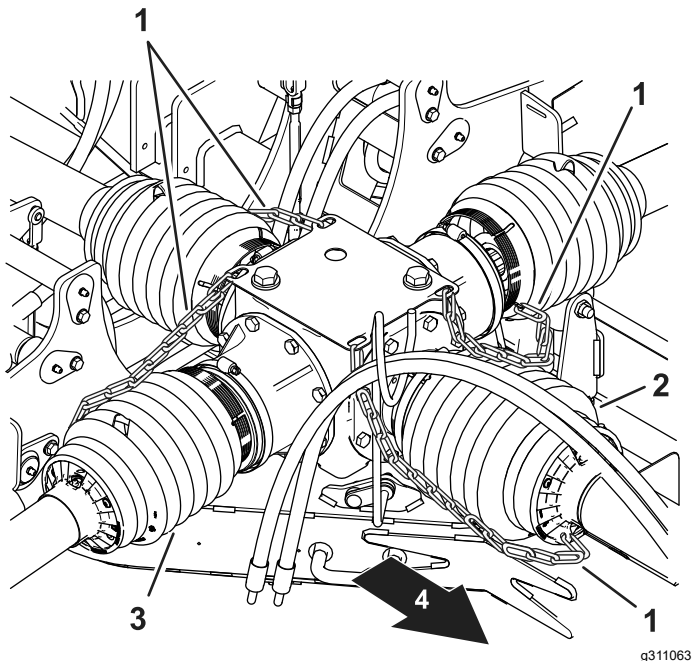
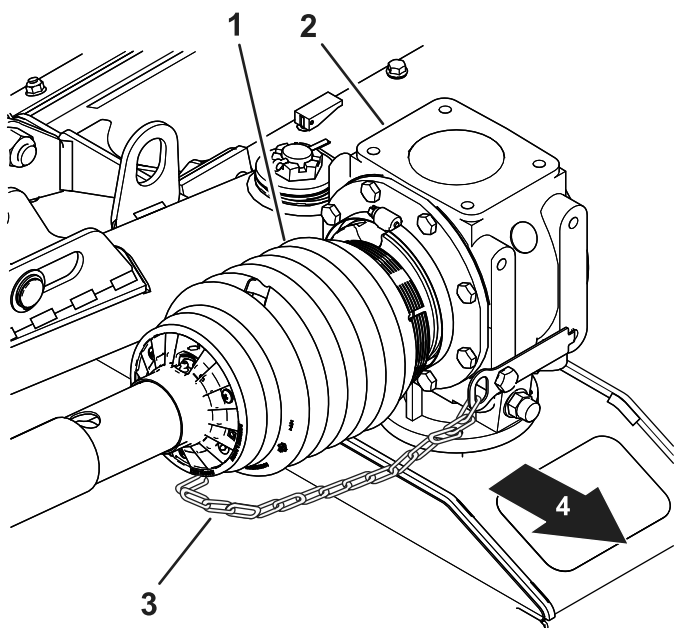
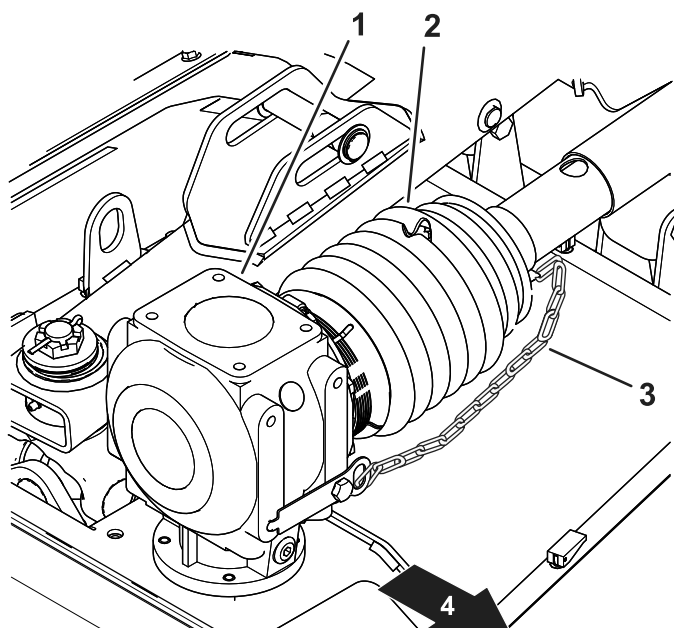
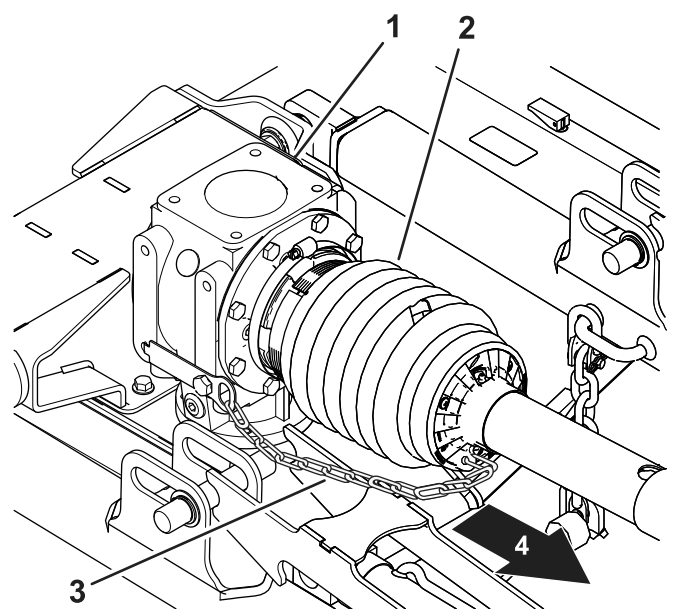

Рисунок 18
Рисунок 19
Рисунок 21
Рисунок 20
6. Проверьте, чтобы ограничительные цепи кожухов приводных валов были подсоединены к среднему редуктору и редукторам на каждой деке газокосилки (Рисунок 18, Рисунок 19, Рисунок 20 и Рисунок 21).